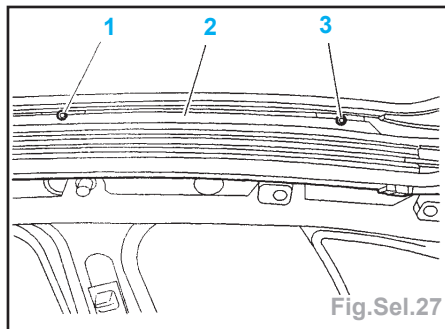

Fig.Sel.27
- Ouvrir le panneau mobile (2) en position 1 du contacteur de toit ouvrant (Fig.Sel.27).
- Déposer la vis (1) AR de chaque côté.
- Positionner le panneau mobile (2) en position 2 du contacteur de toit ouvrant
- Déposer la vis AVD et G (3) et le panneau mobile.